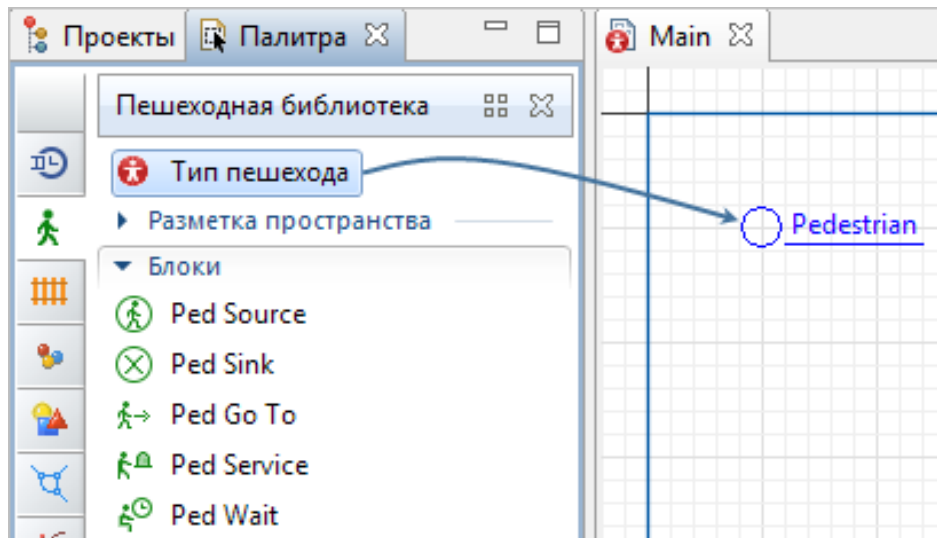

Рисунок 7.1 – Создание агента типа Pedestrian
- 3D анимация. Если необходимо отображать пешеходов на сцене трехмерной анимации с помощью 3D моделей людей, то для этого нужно создать новый тип пешехода, например, *Pedestrian* (Рисунок 7.1). Затем для созданного типа пешехода необходимо выбрать фигуру анимации и добавить параметры. Созданный тип пешехода необходимо выбрать в качестве значения параметра *Новый пешеход* объекта *PedSource*. Тогда пешеходы в моделируемом процессе будут иметь тип *Pedestrian*, и объекты на блок-схеме поз-